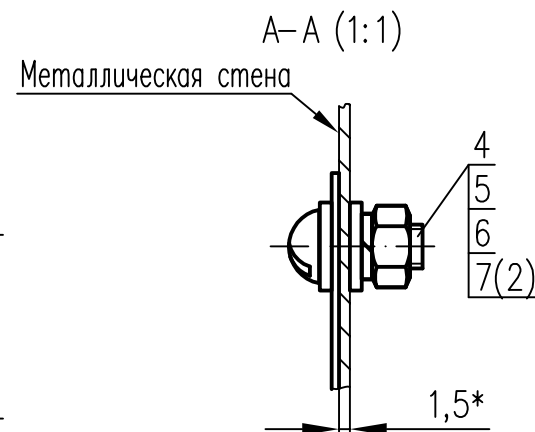

Рис. 2
- по рис. 2 в металлической стене выполнить 4 отв. М6;